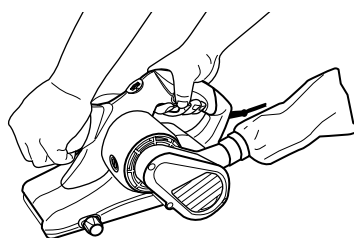

Fig. 10
- > Tenez l'appareil avec une main sur la poignée avant (1) et l'autre sur la poignée arrière (5) (fig. 10).